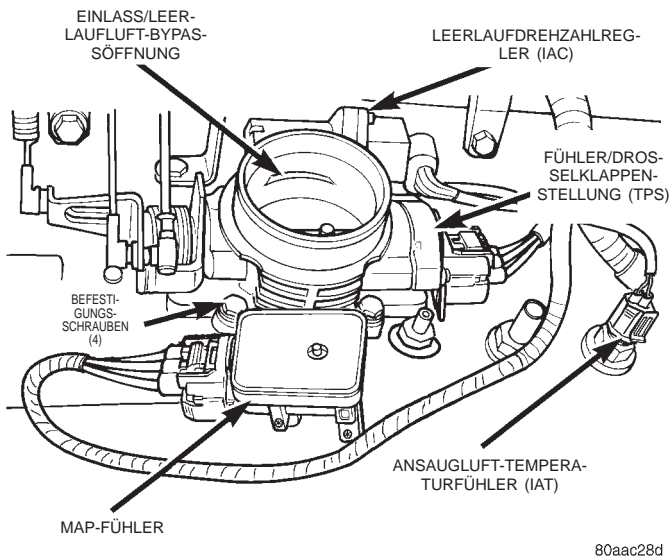
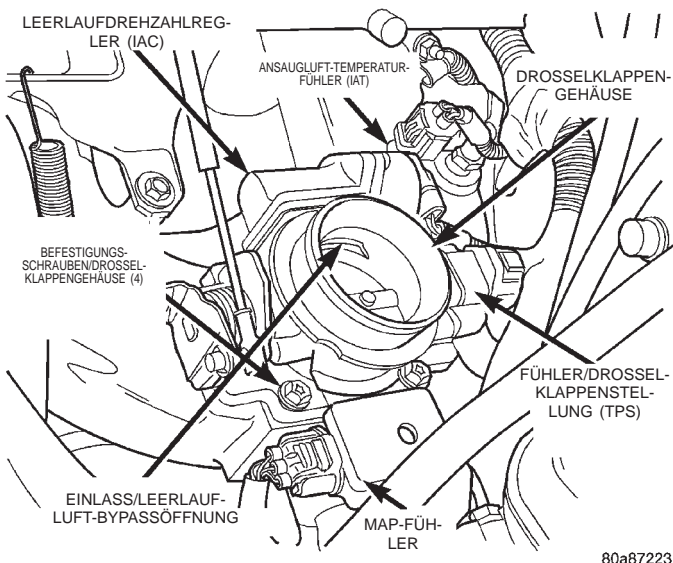
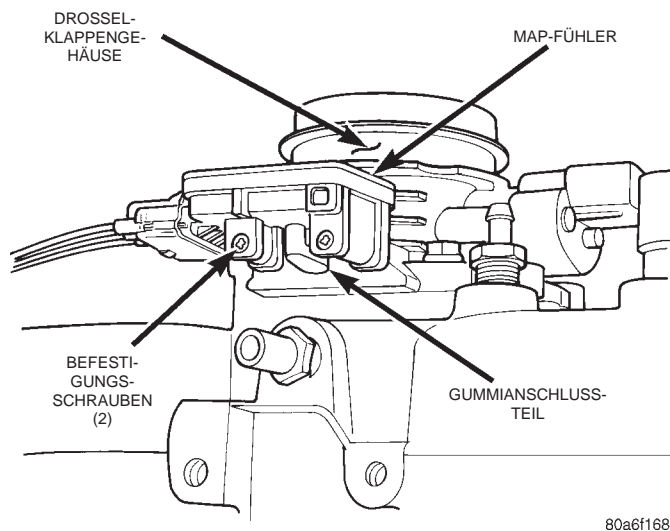

Abb. 41 Drosselklappengehäuse und Lage der Fühler—4.0L-Motor
Abb. 42 Drosselklappengehäuse und Lage der Fühler—2.5L-Motor
Abb. 46 Befestigung/MAP-Fühler
(1) Das Anschlußrohr des Ansaugluftfilters vom Drosselklappengehäuse abziehen.
(2) Die Steckverbinder des MAP-Fühlers, des Leerlaufdrehzahlreglers (IAC) und des TPS vom Drosselklappengehäuse abziehen (Abb. 41) oder (Abb. 42).
Der TPS ist am Drosselklappengehäuse montiert (Abb. 41) oder (Abb. 42).
Der Leerlaufdrehzahlregler (IAC) ist seitlich am Drosselklappengehäuse montiert (Abb. 41) oder (Abb. 42).
Der MAP-Fühler ist seitlich am Drosselklappengehäuse montiert (Abb. 41) oder (Abb. 42) und mit einem L-förmigen Anschlußteil aus Gummi am Drosselklappengehäuse angeschlossen (Abb. 46).
- (1) Das Anschlußrohr des Ansaugluftfilters vom Drosselklappengehäuse demontieren.
- (2) Die beiden Befestigungsschrauben des MAP-Fühlers herausdrehen (Abb. 46).
- (3) Beim Abnehmen des MAP-Fühlers das L-förmige Gummianschlußteil (Abb. 46) vom Drosselklappengehäuse abziehen.
- (4) Das L-förmige Gummianschlußteil vom MAP-Fühler abziehen.